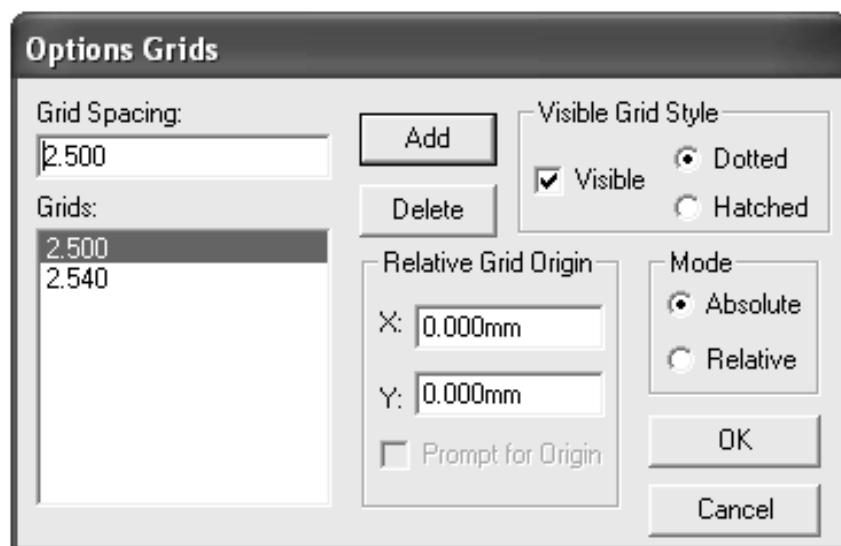

Рис. 3.8. Установка шага сетки
7. Последним шагом при создании шаблона является установка шага сетки привязки элементов. В меню **Options** следует выбрать **Grids...**. В появившемся диалоговом окне **Options Grids** (Установка сетки) (рис. 3.8) указывается шаг сетки 2.5 мм (рекомендация [9]). В [10, 15, 18] рекомендуется использовать шаг равный 2 мм, что совсем неудобно. Хотя во время работы с библиотеками различных авторов возможно изменение сетки до 0.25 мм.